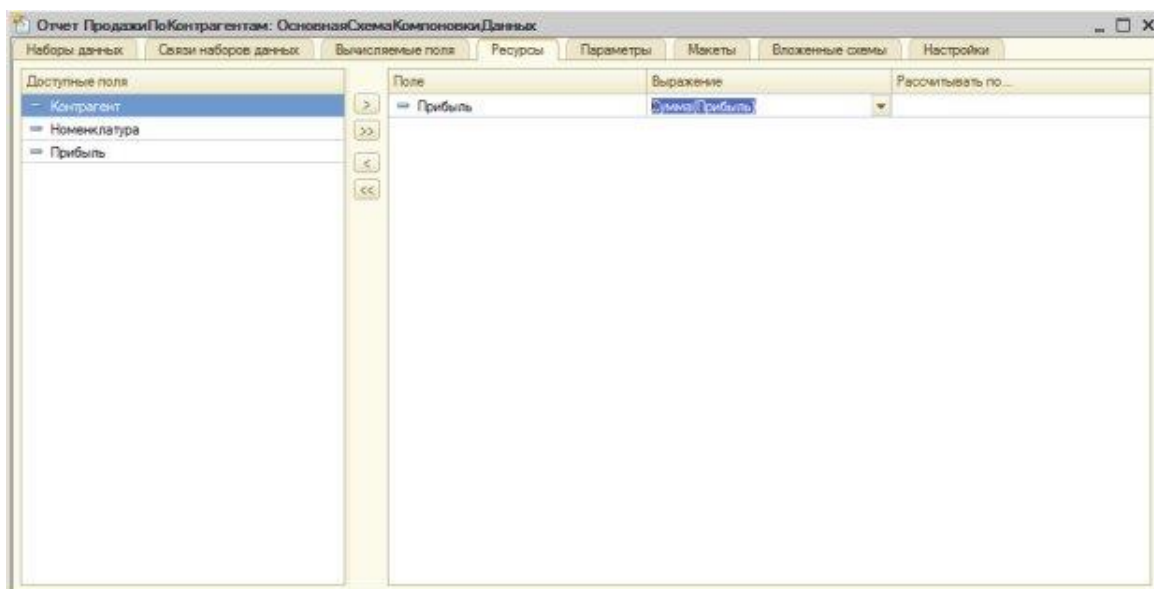

Рисунок 16.2- Выбор ресурсов в конструкторе СКД
4. На закладке **Ресурсы** мы указываем, что поле **Прибыль** является ресурсом, применяем к нему функцию **Сумма**, рисунок 16.2.